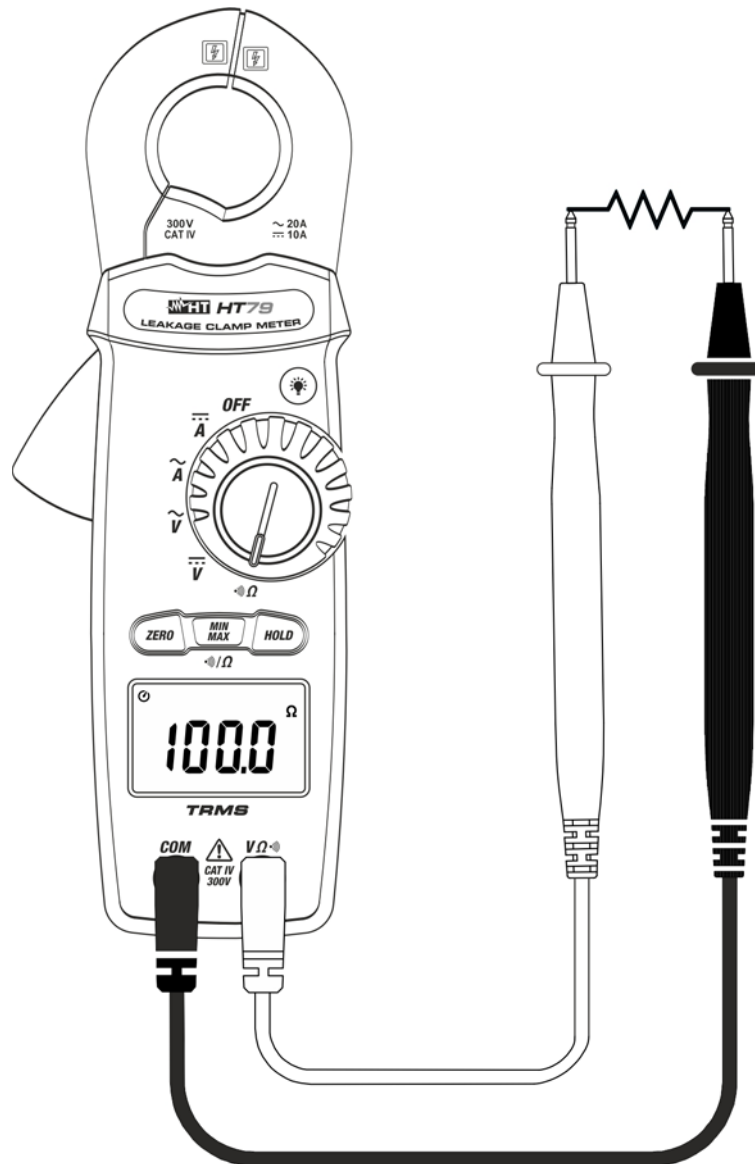

Fig. 6: Uso del instrumento para medida de Resistencia
3. Posicione las puntas en los puntos deseados del circuito en examen (vea la Fig. 6). El valor de la resistencia se muestra en pantalla